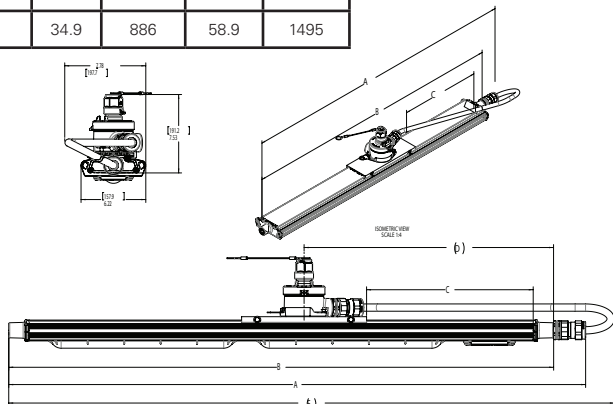

Figure 10
- Poser le support de fixation coulissante avec la boîte de jonction sur la bride de montage du luminaire, comme illustrée à la figure 10. Régler la position de la fixation coulissante selon la distance C indiquée dans le tableau. Remarque : la distance C se rapporte à l'extrémité de la bride de montage du luminaire.
- Installer un (1) corps fileté de presse-étoupe à la boîte de jonction et un (1) corps fileté de presse-étoupe au plot sur l'extrémité du circuit de commande du luminaire. Se reporter à la fiche IF1647 pour des directives sur l'installation du raccord TMCX et sur la préparation du câble.
- Placer le câble de manière similaire à celle illustrée à la figure 10.
- Ouvrir le couvercle du circuit de commande en desserrant les quatre (4) vis du couvercle en acier inoxydable no 10-32 x 0,75 po. (Voir la figure 10) Tous les composants dans le luminaire sont câblés; ainsi, il ne reste qu'à raccorder le fil de phase, le fil neutre et le fil de mise à la terre aux bornes ou fils conducteurs du luminaire selon les schémas de câblage (voir les figures 15 et 16), à l'aide de méthodes conformes aux codes applicables. Raccorder d'abord le conducteur de mise à la terre (vert) de l'équipement, puis le courant (blanc) et la tension composée (noir). Pour les applications en tension continue, raccorder le fil positif (+) au fil blanc et le fil négatif (-) au fil noir. Serrer tous les raccordements électriques. Remarque : les orifices standards sont de 3/4 po NPT.
- Remettre le couvercle du circuit de commande en place et serrer les quatre (4) vis de montage du couvercle au couple de 31 po-lb (3,6 N.m).